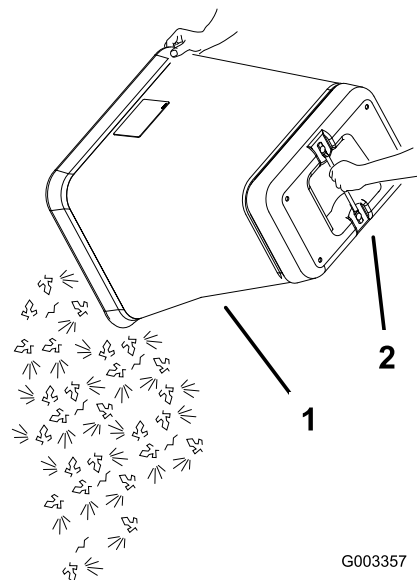

Figure 41
5. Saisissez la poignée située sous le bac et renversez ce dernier pour le vider (Figure 41).